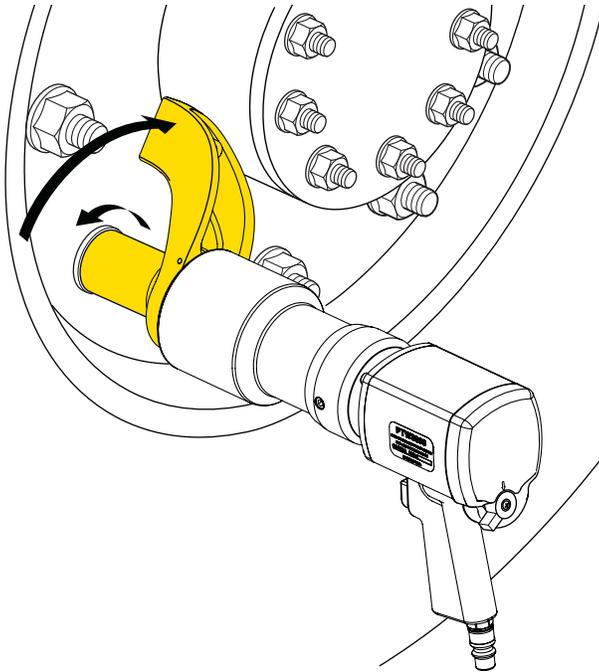

Abb. 9
10. Abb. 9 zeigt die Position des Abstützarms, wenn sich der Vierkantantrieb gegen den Uhrzeigersinn dreht.
12. Um eine Mutter oder Schraube zu lösen (oder ein Drehmoment gegen den Uhrzeigersinn zu übertragen): Stellen Sie sicher, dass der Hebel auf Position „R“ eingestellt ist und dass der Abstützarm so positioniert ist, wie in Abb. 9 dargestellt. Drücken Sie anschließend den Auslöser und halten Sie diesen gedrückt, bis sich der Schlüssel löst.